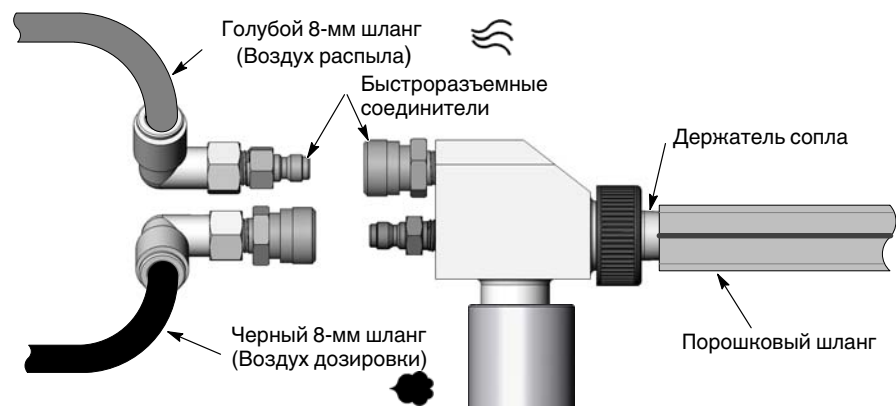

Рис. 3-9 Подсоединение насоса
1. См. рис. 3-9. Присоединить голубой 8-мм пневмошланг псевдоожижения и черный 8-мм пневмошланг дозирования к фитингам насоса, как показано на рисунке.